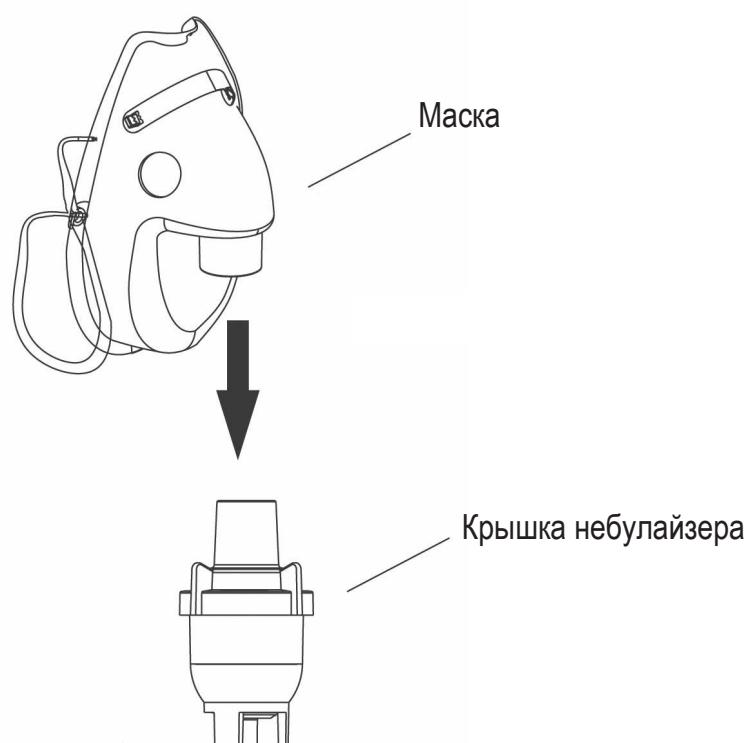

Рисунок 4
7. Если используется маска, нажмите на неё и наденьте её непосредственно на отверстие крышки небулайзера (рисунок 4).